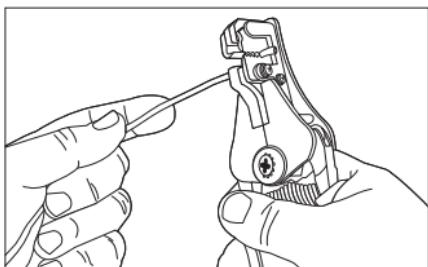
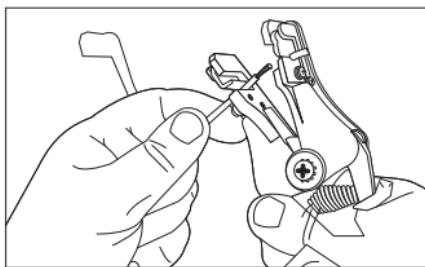

Рисунок 2
Рисунок 3
5.2 Поместить конец жилы провода в проточку лезвия стриппера, соответствующую её сечению, на необходимую длину, зажать (рисунок 2) и нажатием ручки произвести удаление изоляции с конца жилы (рисунок 3).